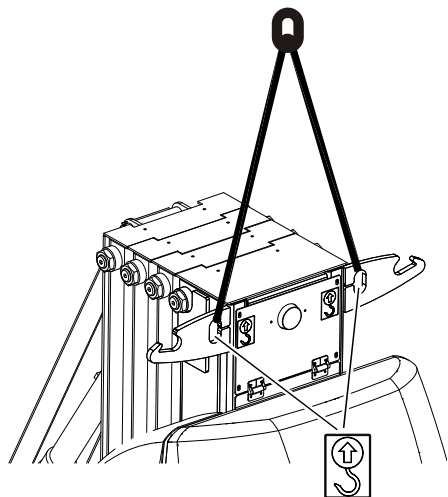

Figura 4-10. Elevar a máquina
- Encaixe correntes/correias de elevação em AMBAS garras de elevação como mostrado na Figura 4-10.